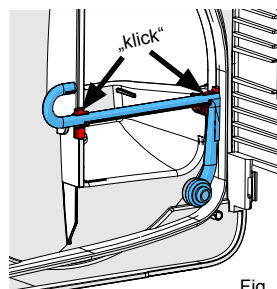

Fig. 12
- Colocar novamente o tubo irrigador, pressionando-o para dentro dos dois suportes (Fig. 12).